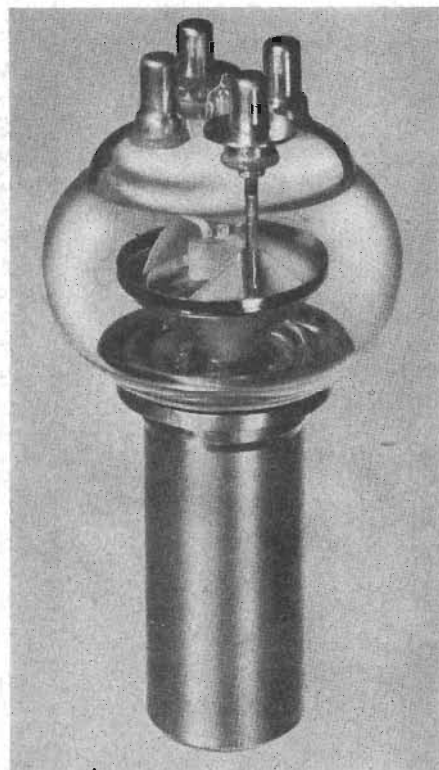

Fig 1
*En ny effektriode* för användning som oscillator inom industriell elektronik har utvecklats av *Philips* och har typbeteckningen TBW7/9000. Röret, se fig. 1, är avsett för frekvenser upp till 50 MHz och kännetecknas av hög branthet — 12 mA/V. Det ger i lämplig koppling verkningsgrad ända upp till 71 % vid 50 MHz. Max. anodförlusteffekt är 6 kW och max. anodspänning 8 kW.